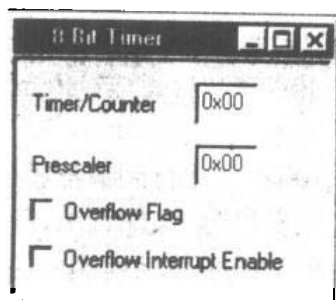

图 7.11
(1) 8 位定时器/计数器窗口(或 16 位定时器/计数器) 8 位定时器/计数器窗口显示 8 位定时器/计数器 0 的所有重要信息。当从菜单 View→Peripheral→8bit Timer/Counter 中选择 8 位定时器/计数器时,定时器/计数器窗口出现在屏幕上,如图 7.11 所示。定时器/计数器框给出 8 位定时器/计数器的值,初值框给入相应的初值,0 通常指出定时器/计数器是关闭的。初值必须在 0~7 之间选择。溢出标志控制框在溢出标志位为 1 时复选,在溢出标志位为 0 时空。溢出中断框根据允许或屏蔽溢出中断而复选或空。当执行停止后,所有的值都可以被用户改变。